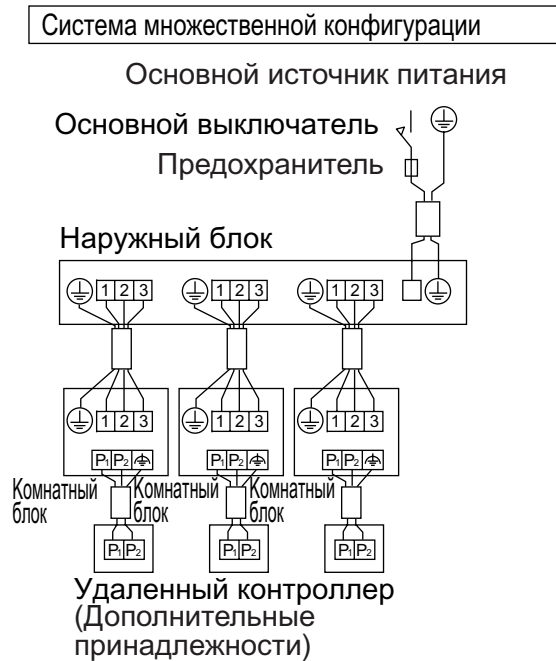

Рис. 26
- **Система множественной конфигурации:** от 1 до 4 комнатных блоков подключены к 1 наружному блоку. Комнатный блок контролируется с помощью удаленного контроллера, подключенного к каждому. (См. рис. 26)